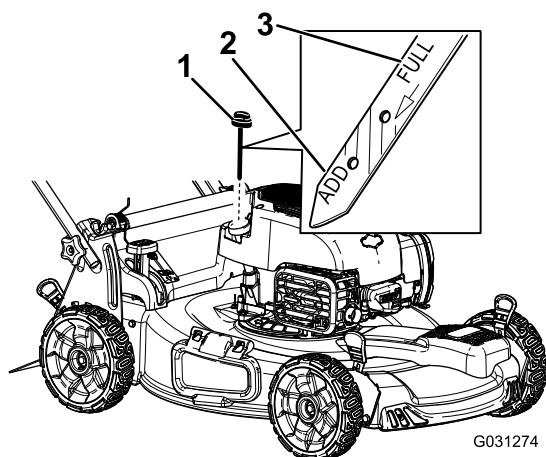

Рисунок 23
2. Извлеките масломерный щуп (Рисунок 23).
4. Медленно заливайте масло в маслозаливной патрубок до соответствующей отметки **Full (Полный)** на масломерном щупе (Рисунок 23). Не допускайте переполнения.